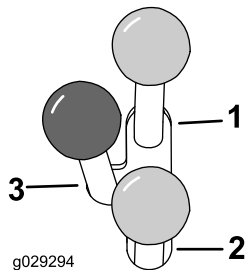

Bild 12
- Wenn Sie ein hydraulisches Anbaugerät vorwärts einsetzen möchten, schieben Sie den Hilfshydraulikhebel nach vorne (**Bild 12**).
- Wenn Sie ein hydraulisches Anbaugerät rückwärts bewegen möchten, schieben Sie den Hilfshydraulikhebel nach hinten (**Bild 12**).
Hinweis: Wenn Sie den Hebel in der VORWÄRTS- oder RÜCKWÄRTS-Stellung loslassen, geht er automatisch in die NEUTRAL-Stellung zurück (**Bild 12**).